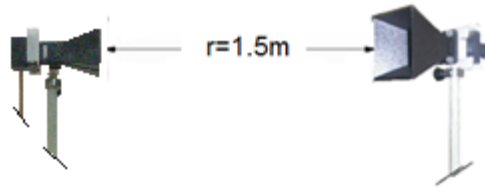

Figura 11.11 Antenas de bocina enfrentadas a una distancia $r=1.50\text{cm}$
E. Separe las antenas a una distancia de $r=1.5\text{m}$. luego ajústelas para que estén a la misma altura y enfrentadas .Figura 11.11